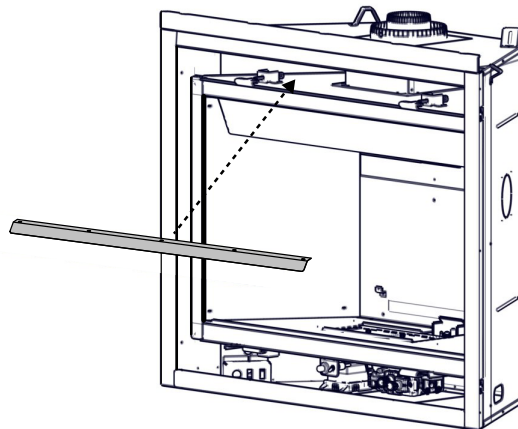

FIG. 2
- B. Installez l'avant hotte, assurez qu'elle est inclinée vers le bas lorsqu'elle est installée (FIG. 2, 3).